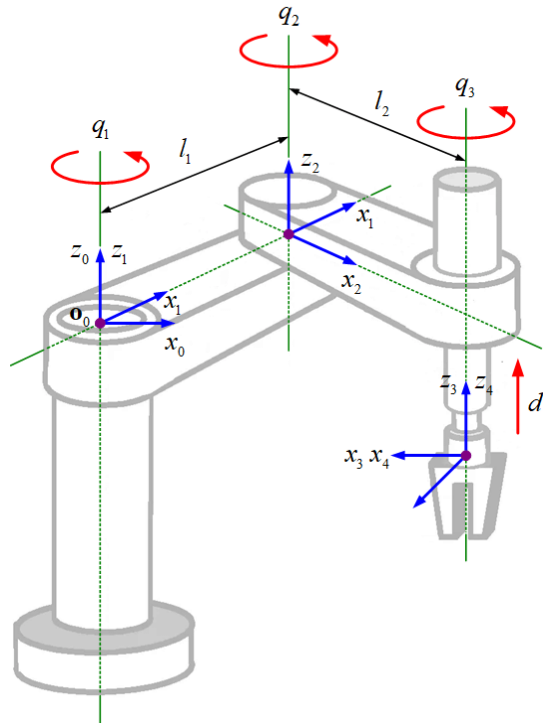

Figura 1. Esquema de manipulador de tipo SCARA. (Lavín-delgado et al., 2020)
- La base del mecanismo “pick and place” para coger los cubos y depositarlos en el compartimento es un manipulador de tipo SCARA, como se visualiza en la Figura 1. Se puede utilizar diseño de brazos mecánicos (conjunción de joints y links), y end-effector que se considere oportuno.